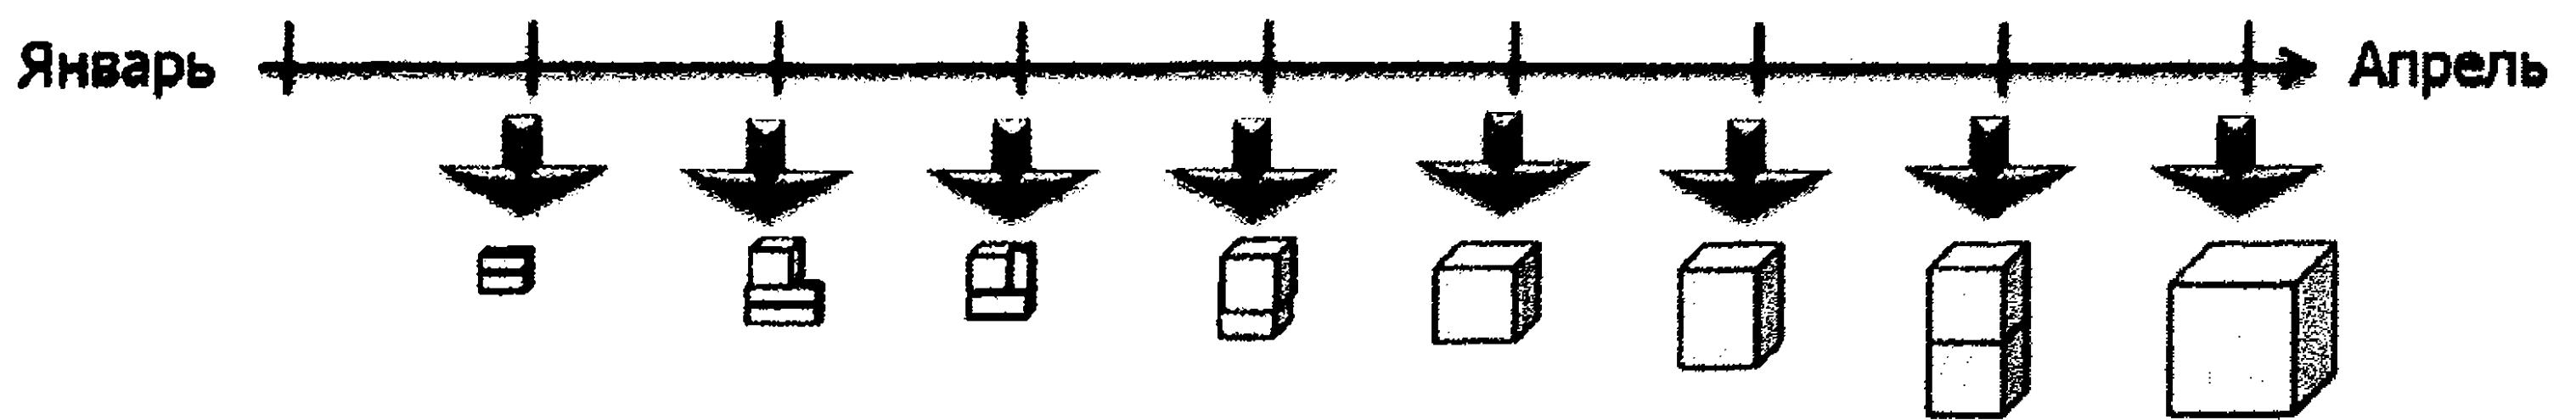

Рис. 2.3. Разбиение времени на итерации (спринты)
4. Разделить время на короткие итерации фиксированной длины (обычно 1–4 недели) — спринты так, чтобы после каждой итерации проводилась демонстрация потенциально готового продукта (рис. 2.3). Каждый день проводится скрам-митинг, на котором команда синхронизирует свою работу и обсуждает проблемы.